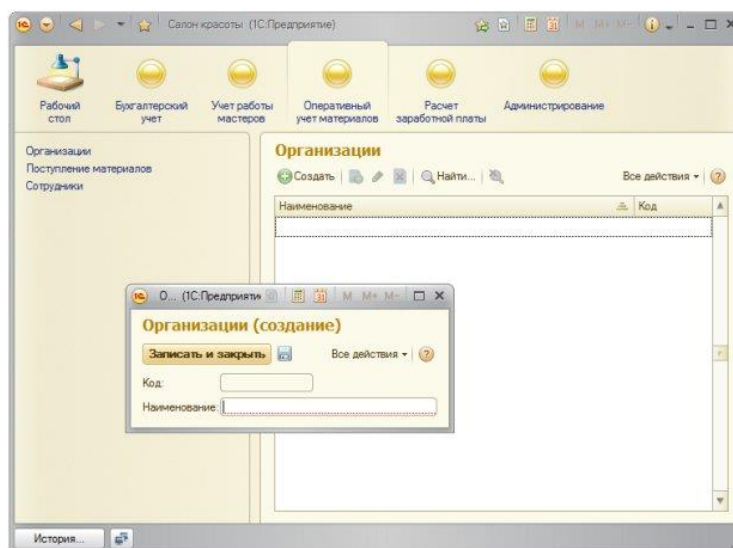

Рисунок 5.22- Справочник «Организации»
9.7 Для начала перейдем на вкладку **Оперативный учет материалов**. Обратите внимание на то, что в панель навигации раздела были автоматически добавлены ссылки для доступа к справочнику **Организации** и к документу **Поступление материалов**. Щелкнем по ссылке **Организации**. В рабочей области окна появится список справочника. Щелкнем по кнопке **Создать**, которая расположена на командной панели списка – появится отдельное окно для заполнения свойств элемента справочника, Рисунок 5.22. Можно отметить, что помимо стандартных реквизитов (**Наименование, Код**) данный справочник не содержит ничего другого – это неудивительно, мы исключили его из состава общего реквизита **Организация**.